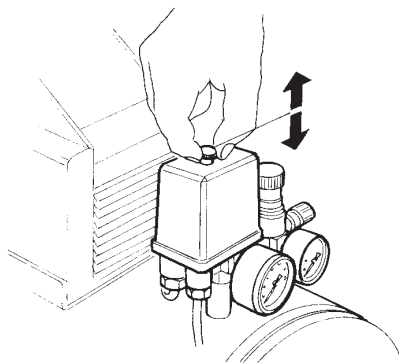

fig. 5
- controlar que el botón situado debajo del presóstato (*fig. 5*) se encuentre en posición de apagado "OFF-0".
Después de realizar los controles recién ilustrados, conectar el enchufe a la toma de corriente y poner en marcha el compresor, operando con el botón del presóstato para ubicarlo en la posición "ON-1" (*fig. 5*).
Para apagar el compresor, empujar hacia abajo el botón hasta alcanzar la posición "OFF-0" (*fig. 5*).
El funcionamiento del compresor se regula a través de la acción directa del presóstato (*fig. 5*), que desconecta el motor de la alimentación de red, tan pronto la presión alcance el valor fijado por el mismo presóstato (8 bar), y que vuelve a efectuar la conexión cuando la presión se acerca al valor de 2 bar, inferior al valor de presión máxima permitida.